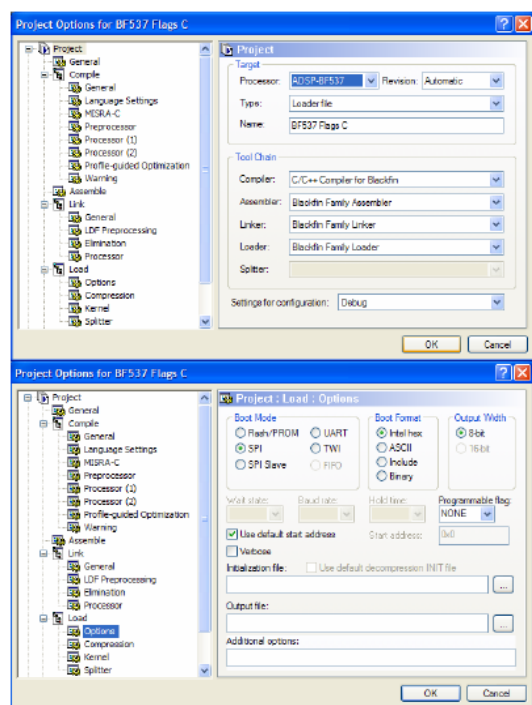

图3. 指定工程并加载选项
3. 在Type下拉菜单下选择Loader file (如图3上半部分所示)
4. 在 Load 控制 (图3中下半部分) 下的工程树状图中，点击Options